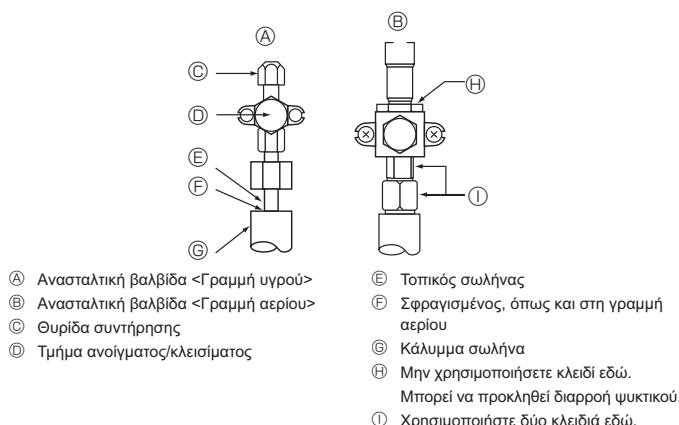

Fig. 4-5
4.4. Μέθοδος ελέγχου αεροστεγανότητας του σωληνώσων ψυκτικού (Fig. 4-5)